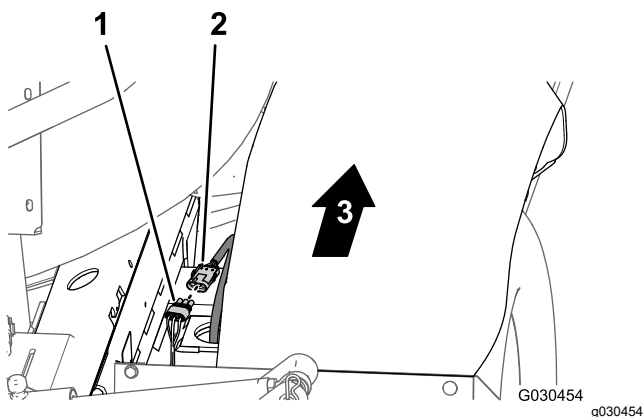

Figura 108
- En la parte trasera de la máquina (entre el tubo derecho del bastidor y el guardabarros derecho), conecte el conector de 3 pines del arnés del sensor de velocidad del motor de tracción hidráulica derecho al conector hembra de 3 vías (sin marcar) del arnés principal trasero (Figura 108).